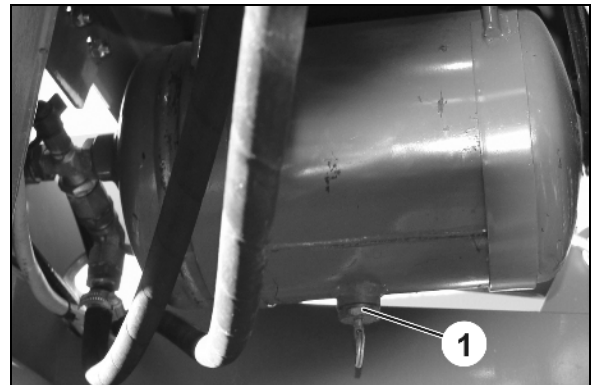

Рис. 138
1. Возьмите за кольцо и тяните водоотводный клапан (Рис. 138/1) вбок до тех пор, пока из ресивера не перестанет течь вода.